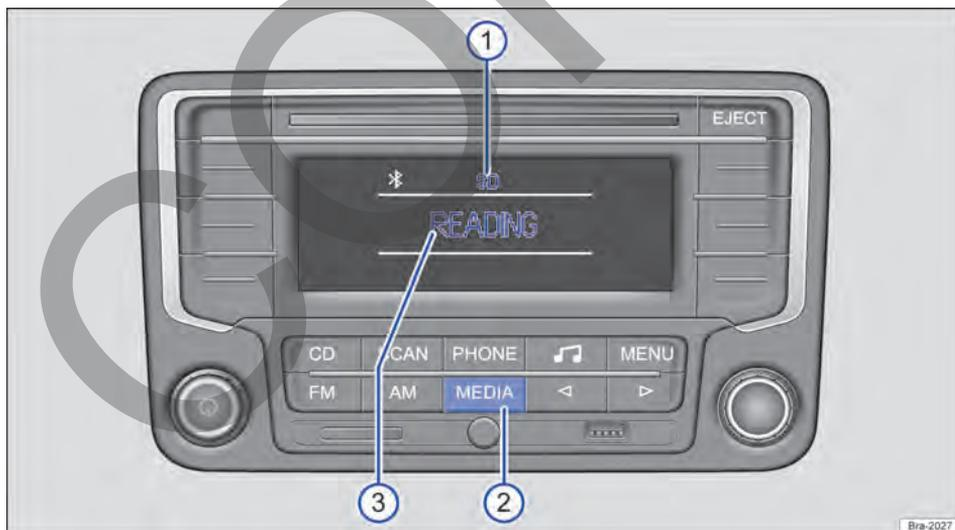
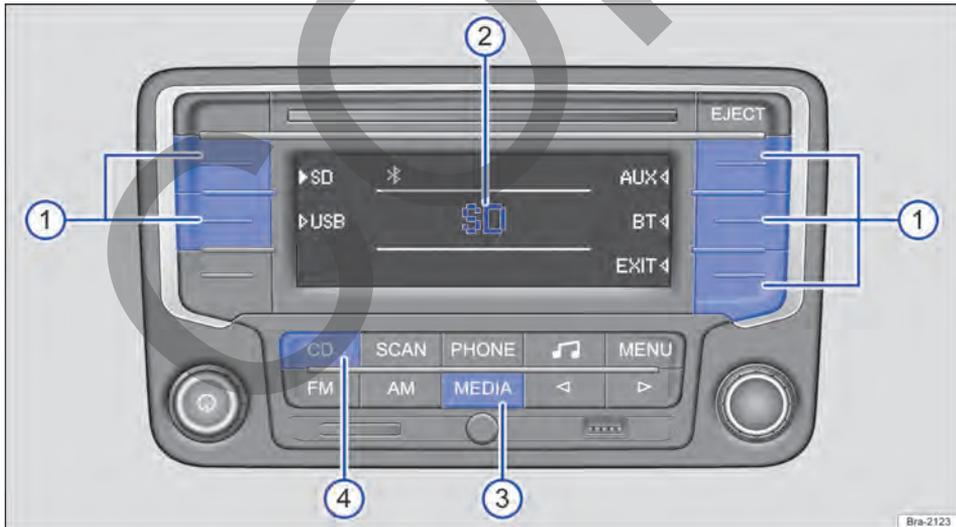

Fig. 133 Ejemplo de visualización en el modo Media: la radio lee archivos desde una tarjeta SD.
Fig. 134 Ejemplo de visualización en el modo Media: continua la reproducción de la última fuente de medios, están disponibles otras fuentes de medios. ▶
En el modo Media se pueden seleccionar y controlar diferentes fuentes de medios. Para cambiar al modo de medios, pulse brevemente la tecla del equipo **MEDIA** → fig. 133 ②.
Si la última fuente de medios sintonizada todavía está conectada, la reproducción de esa fuente continuará automáticamente y, al cambiar al modo de medios, aparecerá brevemente en el centro del display → fig. 134 ②.
En el modo de medios de reproducción, la fuente de medios seleccionada siempre aparecerá en la parte superior central del display → fig. 133 ①.
Todas las fuentes de medios disponibles → pág. 160, *Seleccionar las fuentes de medios* se muestran en el lateral del display → fig. 134. En algunas situaciones de reproducción, por ejemplo, mientras la radio lee una fuente de medios, no están disponibles otras fuentes de medios → fig. 133.
En el centro del display se muestra el estado actual de la fuente de medios, por ejemplo, **READING**, cuando la radio lee una fuente de medios → fig. 133 ③, información sobre la pista → pág. 163 o mensajes de error:
Inicie el modo Media → pág. 159, *Menú principal MEDIA*. Si la última fuente de medios sintonizada todavía está conectada, la reproducción de esa fuente continuará automáticamente y, al cambiar al modo de medios, aparecerá brevemente en el centro del display → fig. 134 ②.
En los laterales del display se muestran todas las fuentes de medios disponibles → fig. 134. Seleccione la fuente de medios deseada de la siguiente manera:
- Pulse brevemente la tecla de función programada con la fuente de medios deseada → fig. 134 ①.
- **O:** presionar la tecla del equipo **MEDIA** tantas veces como sea necesario hasta que aparezca la fuente de medios (excepto CD) → fig. 134 ③.
- **O:** presionar la tecla del equipo **CD** para reproducir un CD del lector interno de CD → fig. 134 ④.